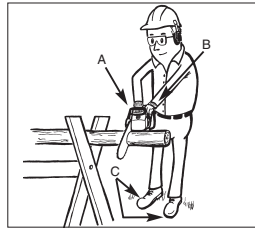

Abb. 17
Zu Ihrer Sicherheit und zum Erleichtern der Sägearbeiten ist die richtige Position für einen vertikalen Längenzuschnitt erforderlich (Abb. 17).
- C. Verteilen Sie Ihr Gewicht auf beide Füße. Abb. 17